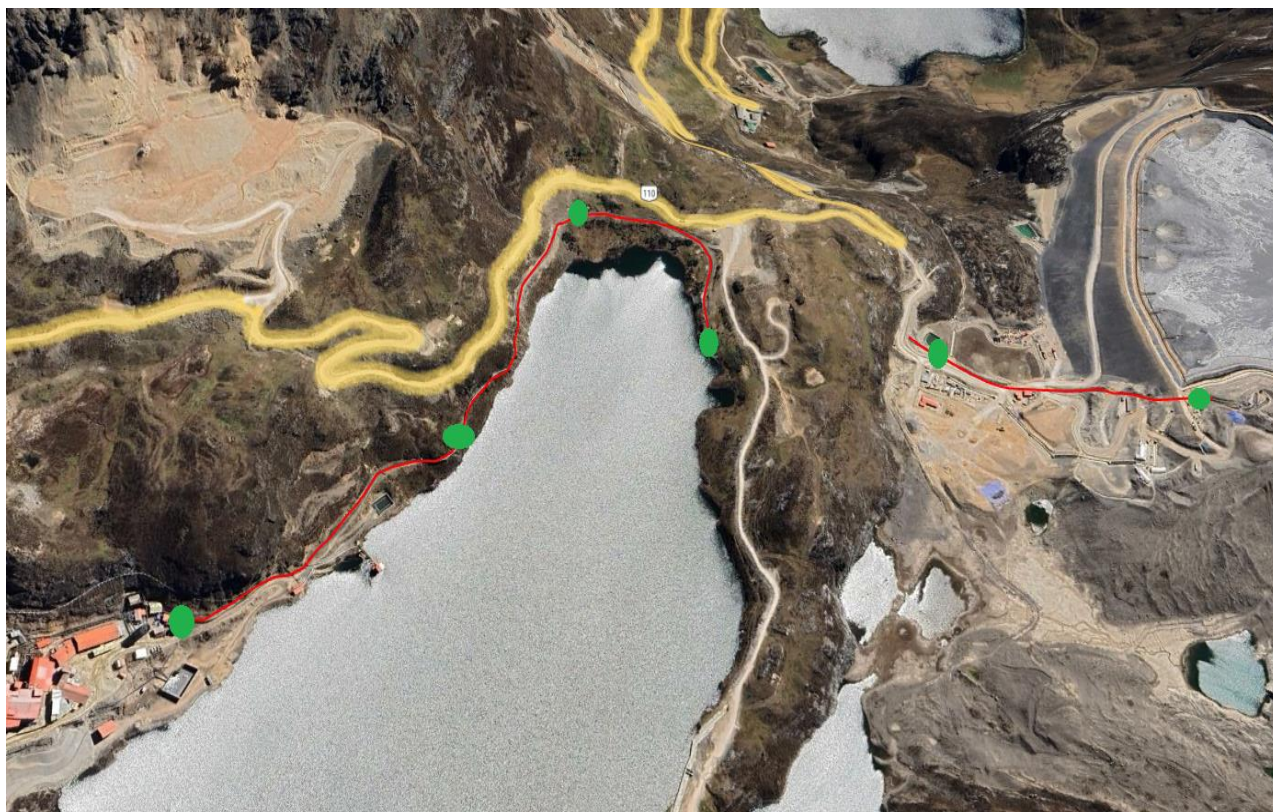

Figura 6. Mapa de ubicación de sensores.
- Puntos propuesta a Instalar los Sensores teniendo como datos: (visualizar la figura 6, sensores puntos verdes, línea de tubería marcado de color rojo)